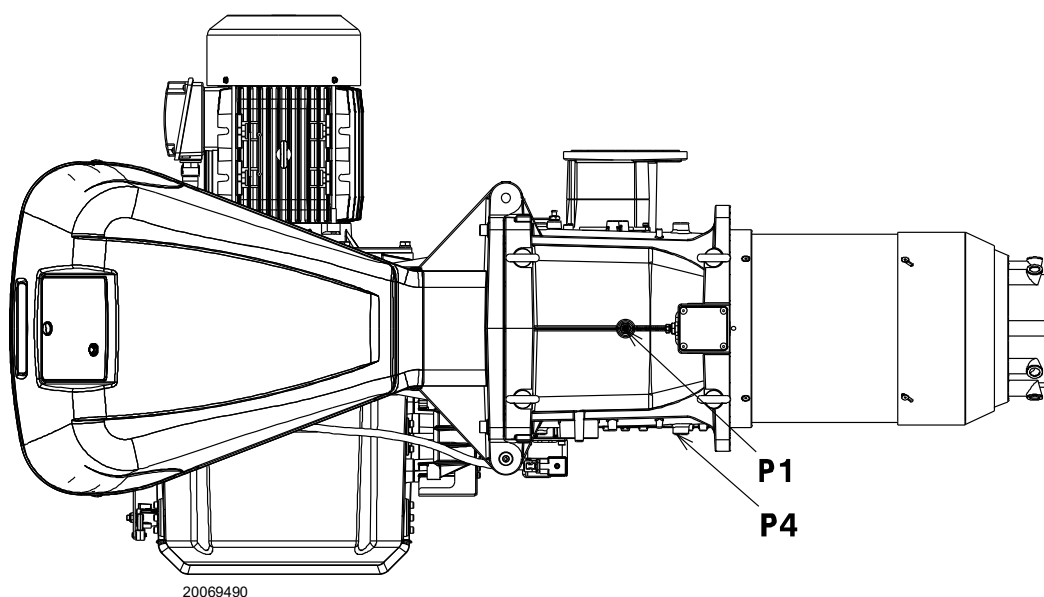

Fig. 19
Pressione del gas misurata alla presa P1)(Fig. 19), con:
- sottrarre dalla pressione del gas alla presa P1)(Fig. 19) la pressione in camera di combustione.
Pressione del gas alla presa P1)(Fig. 19) = 25.0 mbar
Per conoscere invece la pressione del gas necessaria alla presa P1)(Fig. 19), fissata la potenza MAX alla quale si desidera funzioni il bruciatore:
- Leggere sulla destra, colonna 1, la pressione alla presa P1)(Fig. 19).
pressione necessaria alla presa P1)(Fig. 19).